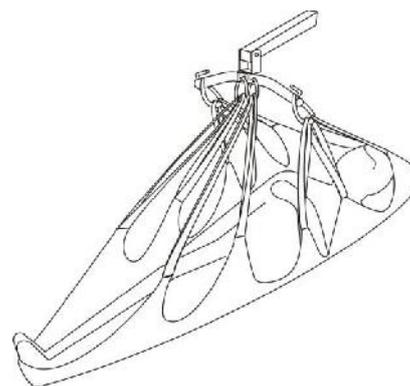

Figura 21. Forma de poner el arnés tipo camilla.
- ✓ Por último Ubique las reatas de la espalda en los extremos laterales de la percha y ubique las reatas de las piernas en los dos ganchos centrales de la percha. (ver figura 21)